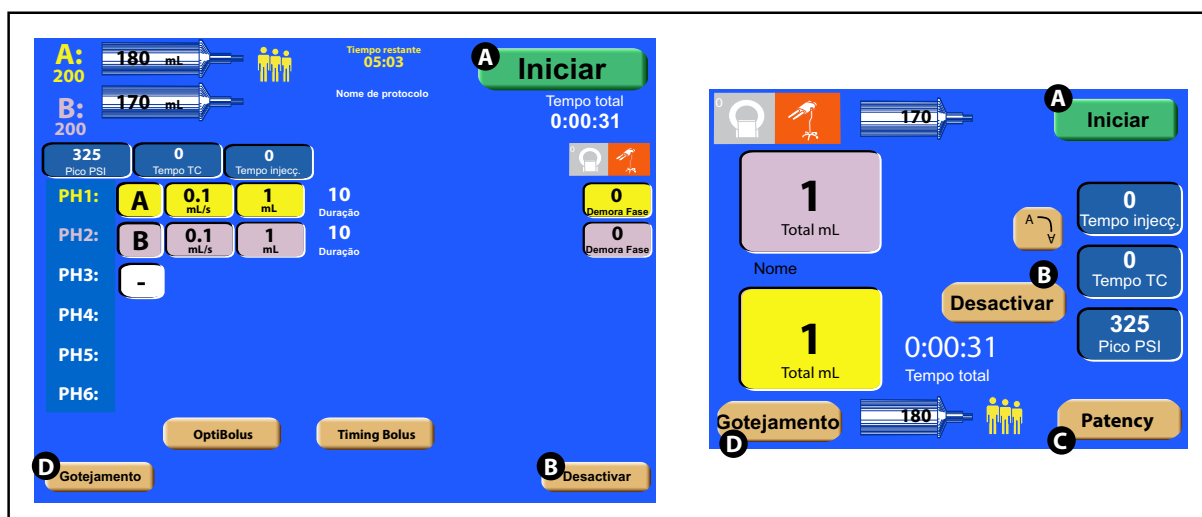
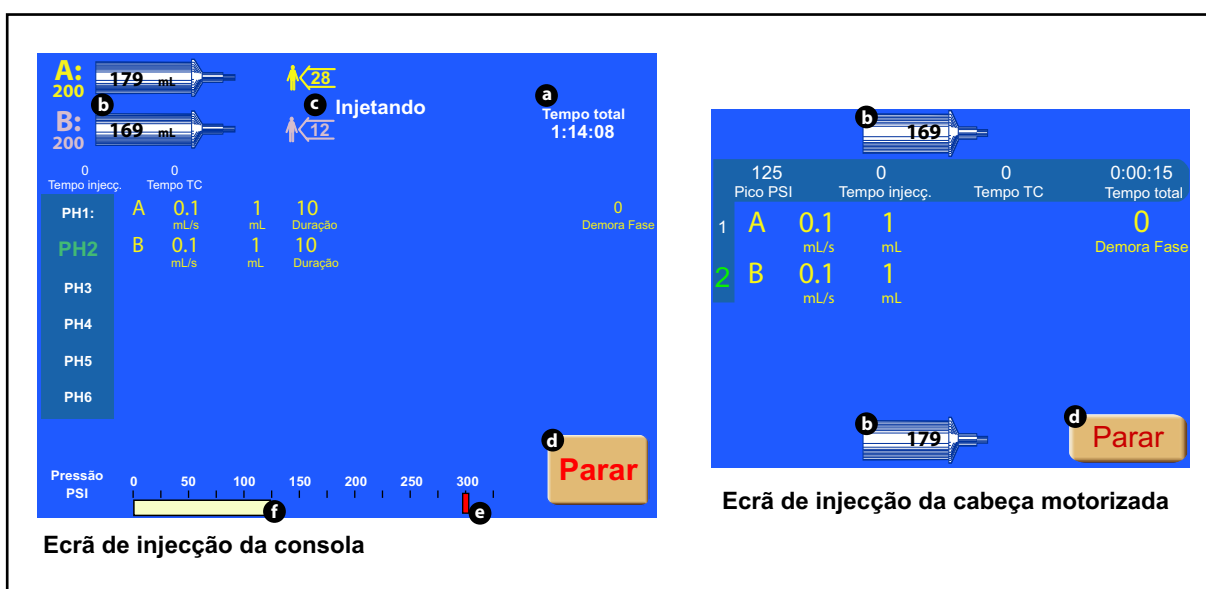
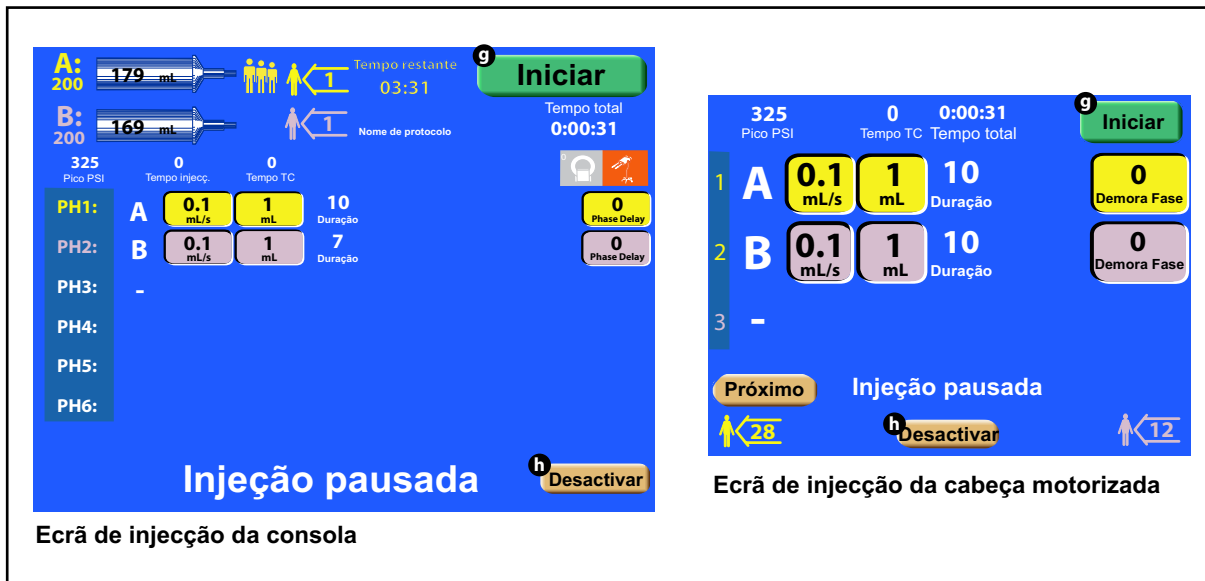

Figura 4-9-1 Tela ativada
Figura 4-12-1 Tela Injeção
Figura 4-12-2 Telas de injeção pausada
Veja a Figura 4-9-1.
Veja a Figura 4-12-1.
O protocolo pode ser administrado pressionando a tecla [Iniciar] (A) na Figura 4-9-1) na cabeça motorizada ou no console, ou pressionando o interruptor de mão remoto. Quando a injeção é iniciada, a tela Injeção (mostrada na Figura 4-12-1) é exibida. O Tempo total (a) aumenta e o volume da seringa (b) diminui ao injetar. O volume de contraste (↑) e solução salina (↑) administrado (c) é atualizado na tela do console durante a injeção. A tecla [Parar] (d) está disponível para interromper a injeção a qualquer momento. Observe que o parâmetro Pico PSI/Pico kPa (Limite de pressão) é indicado pela linha vermelha (e). A pressão de injeção em tempo real é indicada pela barra branca (f).
Uma injeção pode ser pausada imediatamente, pressionando a tecla [Parar] (d) (na Figura 4-12-1) na tela do console ou da cabeça motorizada, bem como pressionando o interruptor de mão uma vez. Quando o injetor é pausado, a tela mostrada na Figura 4-12-2 é exibida e a luz de status do botão manual na cabeça motorizada pisca sua respectiva cor a cada 1/2 segundo.
Veja a Figura 4-12-2.
Pressione a tecla [Parar] **d** (na Figura 4-12-1) e a tecla [Desativar] **h** (na Figura 4-12-2) na tela do console ou da cabeça motorizada para encerrar uma injeção.